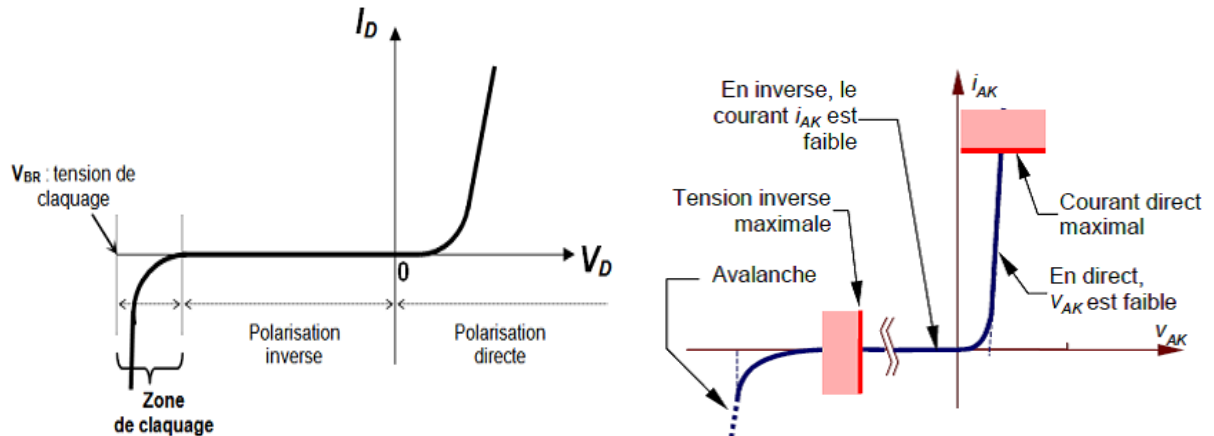

Figure 4: Caractéristique statique d'une diode réelle
C'est la caractéristique globale courant/tension représentée par la figure 4. Cette courbe répond assez bien à la formule suivante :
La représentation de la diode par la formule (1) (représentée par la figure 4) est un peu complexe pour l'emploi dans la plus part des situations réelles. Plusieurs schémas